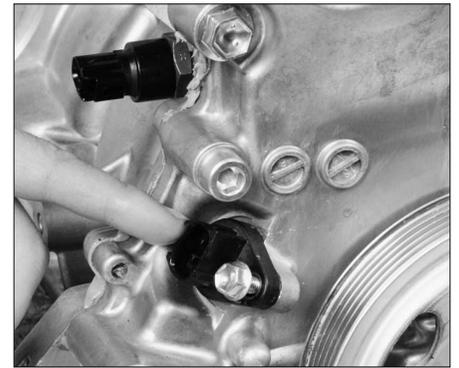

FIG. 48
- Déposer le capteur de position de vilebrequin (Fig.48).